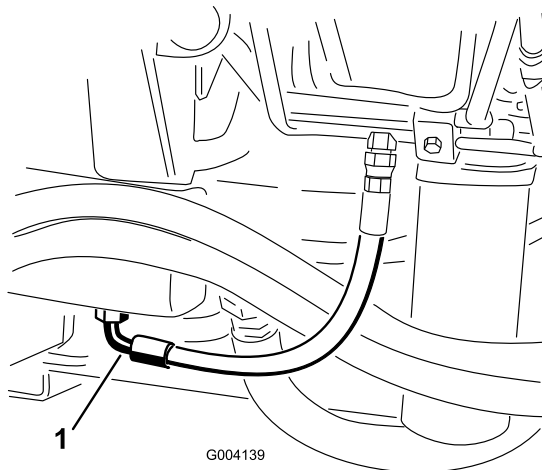

Рисунок 68
2. Установите большой сливной поддон под шланг, расположенный в нижней части бака с гидравлической жидкостью (Рисунок 68).